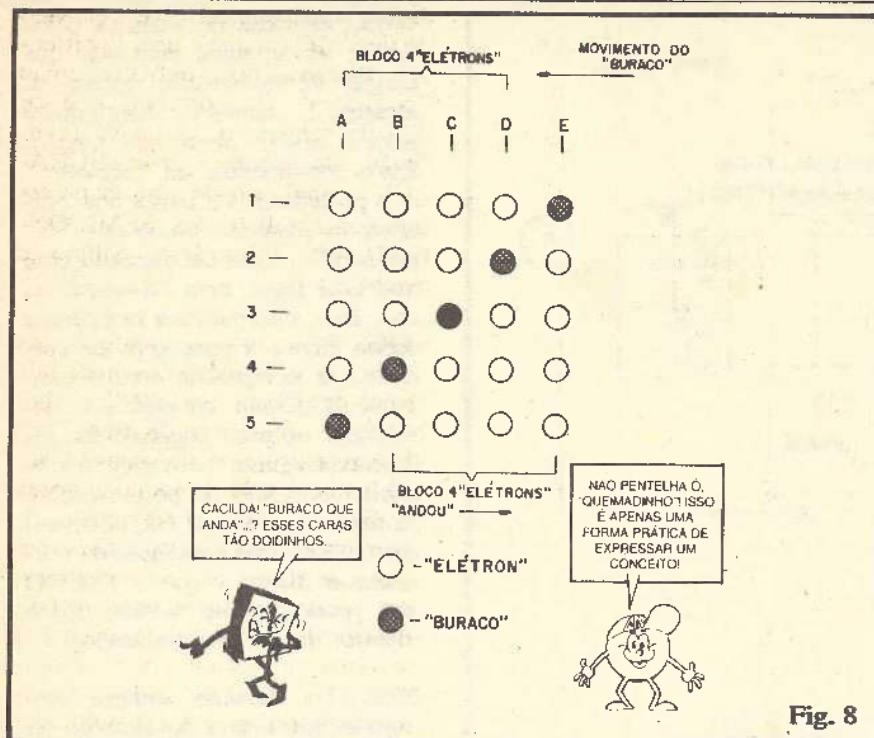

Fig. 8
- FIG. 8 - Não, é difícil de entender como "alguma coisa não existe" ("BURACOS") caminhando num sentido, pode significar um deslocamento, em sentido oposto, de algo que "existe" (ELÉTRONS). O gráfico da fig. 8 mostra um painel muito semelhante ao de "luzes sequenciais", dessas instaladas em fachadas de lojas ou em salões de dança... Os círculos brancos podem simbolizar "lâmpadas acesas", enquanto